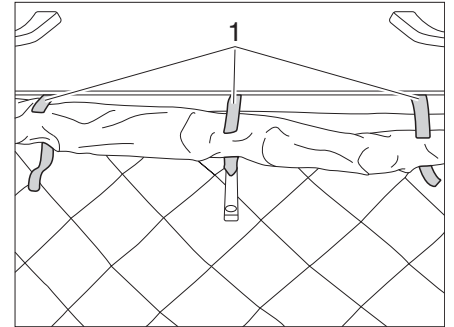

Figura 8 Abrir los cierres de velcro
- Abrir los tres cierres de velcro (Figura 8,1) del fuelle de tela.
- Enrollar con cuidado el fuelle de tela en la zona de bloqueo y fijarlo con tres cierres de velcro (Figura 8,1).